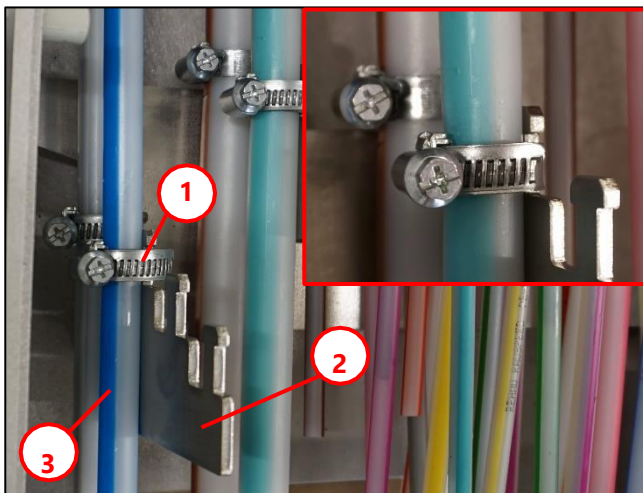

Abb. 12
- Mikrorohr (1) von unten über die Vorprägungen durch die Bodenplatte führen.
- Für Zugang **(2)**, Schlauchschellen im Sockel befestigen, Anzugsmoment: 1,5 - 2 Nm (siehe Abb. 12).